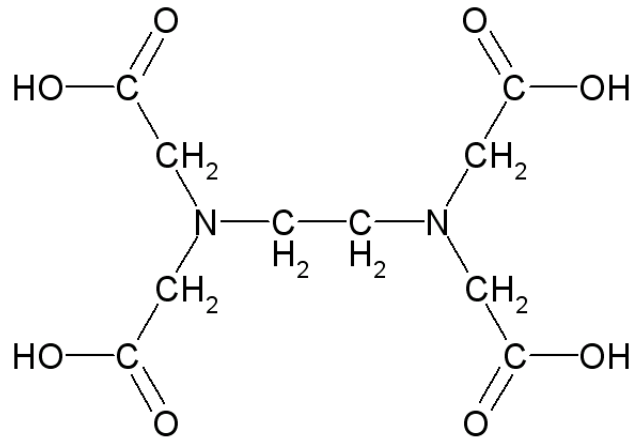

Abbildung 1: Protoniertes EDTA-Molekül (Quelle: Wikipedia)
- **Ethlendiamintetraacetat:** In Abbildung 1 ist die Struktur eines protonierten EDTA Moleküls gezeigt. Es ist der in der analytischen Chemie am häufigsten verwendete Chelatbildner. Es handelt sich um ein sechsprotoniges System der Form $[H_6 Y^{2+}]$ und wird häufig in Form eines Natriumsalzes ($Y=Na$) eingesetzt. Der Anteil der verschiedenen protonierten Spezies (quasi der Dissoziationsgrad) von EDTA ist Abhängig vom pH-Wert. Es gilt allgemein: